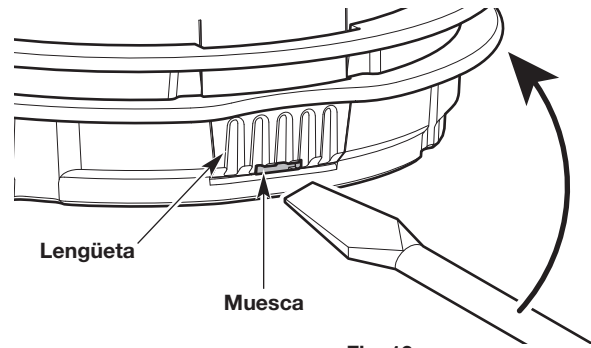

Fig. 19
- a. Inserte un destornillador de cabeza plana en la ranura de la lengüeta (Fig. 19).
- b. Incline levemente el destornillador hacia arriba y sosténgalo en el lugar (Fig. 19).